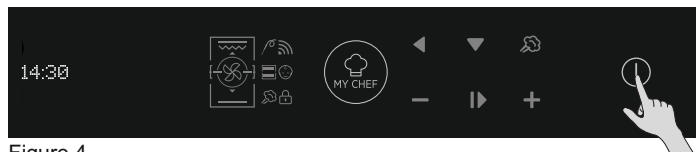

Figure 4
- La première fois, vous devez suivre un processus d'installation pour pouvoir utiliser le four. Appuyez sur Marche/Arrêt pour continuer. (Figure 4)